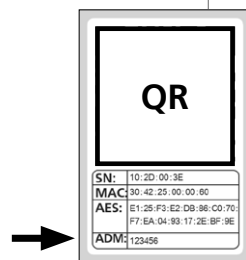

Fig. 3
- 3 Verrà chiesto di scansionare il codice QR del cilindro fornito con la fotocamera dello smartphone. Il codice QR si trova sull'adesivo fornito con la confezione (Fig. 3).
! **Attenzione:** il set include due adesivi con codici QR, uno per il cilindro e uno per il tastierino. Il codice QR qui richiesto per il cilindro è riconoscibile dal codice amministratore in basso sull'adesivo, contrassegnato con la denominazione "ADM" (Fig. 3).